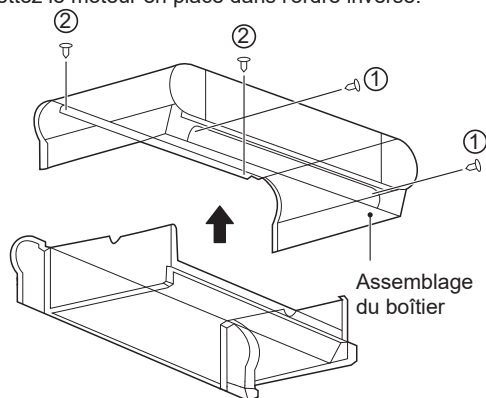

Figure 4-4 Retrait du boîtier
- Comme illustré à la Figure 4-4, retirez les vis ① \*2 et ② \*2, puis le boîtier.